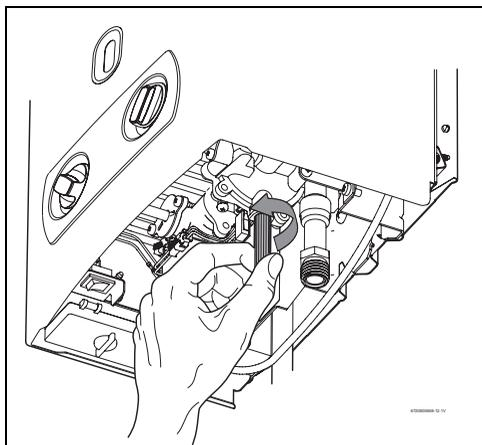

Рис. 11 Витн слива воды
- ▶ Ослабить винт слива воды на приборе (→Рис. 11 ).